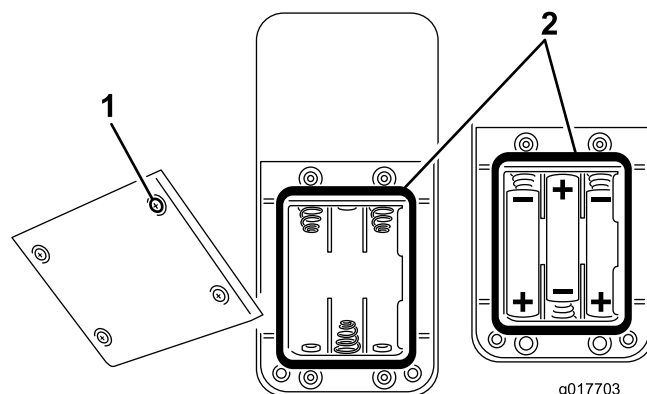

Figure 34
2. Si le compartiment est vide, utilisez trois piles AAA neuves. Prenez soin de placer les piles dans le sens indiqué à la Figure 34.
3. Si vous remplacez des piles à plat, retirez les anciennes piles et remplacez-les par trois piles AAA neuves. Prenez soin de placer les piles dans le sens indiqué à la Figure 34.